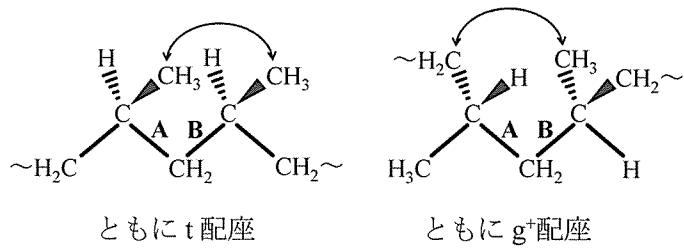
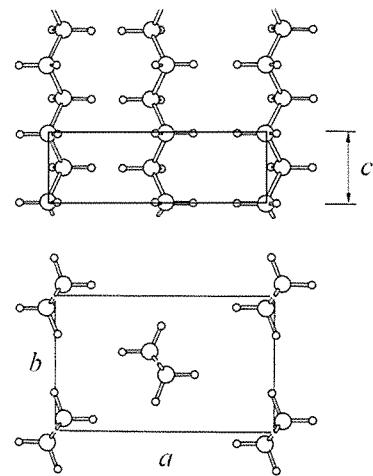

図1 ポリプロピレンのメソ二連子の立体構造。主鎖の連鎖を $\text{CH}_2\sim$ で表している。
図2 ポリエチレンの結晶構造。
(1) 高分子鎖の振る舞いを統計的に考えるため、結合ベクトル b_i が n 個つながった直鎖状高分子のモデルを考える ($i=1 \sim n$)。鎖の末端と末端とを結ぶベクトル R を、 b_i と n を用いて表す式を記せ。
(2) 実際の高分子鎖では、共有結合の結合長や、隣り合う共有結合がなす結合角には、幾何学的な制約がある。例えば b_i と b_{i+1} とのなす角度の補角（結合角に相当）は、正四面体角に近い値をとると考えられる。(1) の高分子鎖において、すべての結合長が一定 ($|b_i| = b$) で、すべての結合角が正四面体角に等しい場合、鎖の両端間の距離 $R = |\mathbf{R}|$ が最大になるよう引き伸ばした時の R の値を、 b と n を用いて表す式を記せ。ただし、 n は十分大きいとし、正四面体角の余弦値として $-1/3$ を用いよ。
(3) 結合長や結合角の制約に加え、主鎖の共有結合周りの内部回転角によっては、近接する原子団の間に立体反発が生じ、高分子鎖全体の広がりに影響を及ぼす。図1には、ポリプロピレンのメソ (meso) 二連子について、結合 **A** と結合 **B** がともにトランス (t) 配座 (内部回転角 $\phi = 0^\circ$ 、左図)、およびともにゴーシュプラス (g^+) 配座 ($\phi = 120^\circ$ 、右図) をとるときの立体構造を示している。
(4) 図1の矢印 \longleftrightarrow で示すように、4つの共有結合を介した CH_3 基あるいは主鎖中の CH_2 基 ($\text{CH}_2\sim$) 同士が空間的に近づくと、立体反発が生じ、その立体構造の存在確率が極めて低くなる (ペンタン効果)。結合 **A** と **B** のペアにおいて、それぞれが t 配座、 g^+ 配座および g^- 配座のいずれかをとるとした場合、ペンタン効果が生じないような立体構造を、図1にならってすべて図示せよ。
(5) 実在の屈曲性高分子鎖では、(4) で示したような、(ア) 近接する原子団の間に働く相互作用のみで高分子鎖全体の広がりが説明できるのは、 θ 状態に限られる。下線部 (ア) 以外の高分子鎖の分子内相互作用が、 θ 状態では考慮する必要が無くなる現象について説明せよ。
(6) 結晶化したポリエチレンでは、全ての CH_2-CH_2 結合が t 配座をとり、図2に示すような直方晶系の単位格子を形成する。 a 軸と b 軸の長さはそれぞれ 0.72 nm と 0.50 nm 、隣り合う結晶格子軸のなす角度はいずれも 90° とする。ポリエチレンの $\text{C}-\text{C}$ 結合の長さを 0.15 nm 、結合角 $\angle \text{C}-\text{C}-\text{C}$ を問い合わせ(2)で示した正四面体角とした場合の、ポリエチレン結晶の密度(g/cm^3)を小数点以下2桁で記せ。途中の導出過程も示すこと。
(7) 理想的なポリエチレン結晶およびポリエチレン溶融体のギブス自由エネルギーの温度依存性を表す模式図を記せ。
例えばポリエチレンでは、 1 nm 程度の長さスケールでは図2に示す結晶構造をとる。ポリエチレン稀薄溶液から析出する [オ] は、菱形の薄い板状の形状をしており、ポリエチレン鎖はその中で、板状の表面に対して結晶格子の c 軸が垂直になるような、[カ] を形成している。一方、ポリエチレン稀薄溶液を攪拌しながら結晶化させると、[キ] の周りに [カ] が付着したようなシシカバブ構造を形成する。ポリエチレンを溶融状態から結晶化させると、[カ] が形成する結晶領域と、それらの間に存在する非晶領域が、それぞれ層状に積み重なることで、[ク] を形成する。[ク] は、結晶核から半径方向に空間を埋めるようにねじれながら成長し、肉眼でも観測できる程度のサイズの [ケ] とよばれる構造体を形成する。